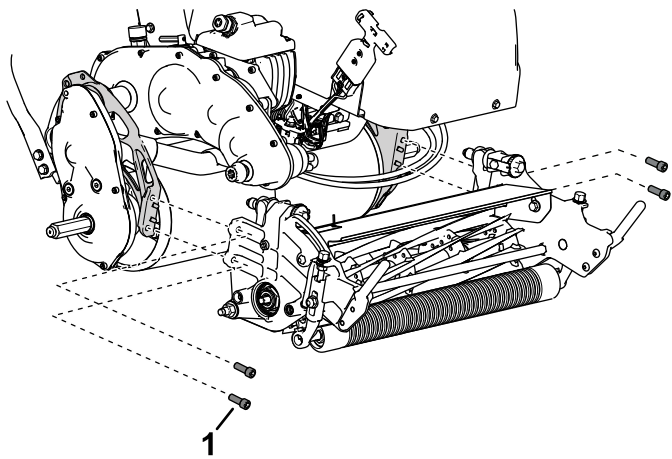

Figura 7
A. Utilizați 4 uruburi cu cap imbus pentru a monta unitatea de tăiere la mână (**Figura 7**).